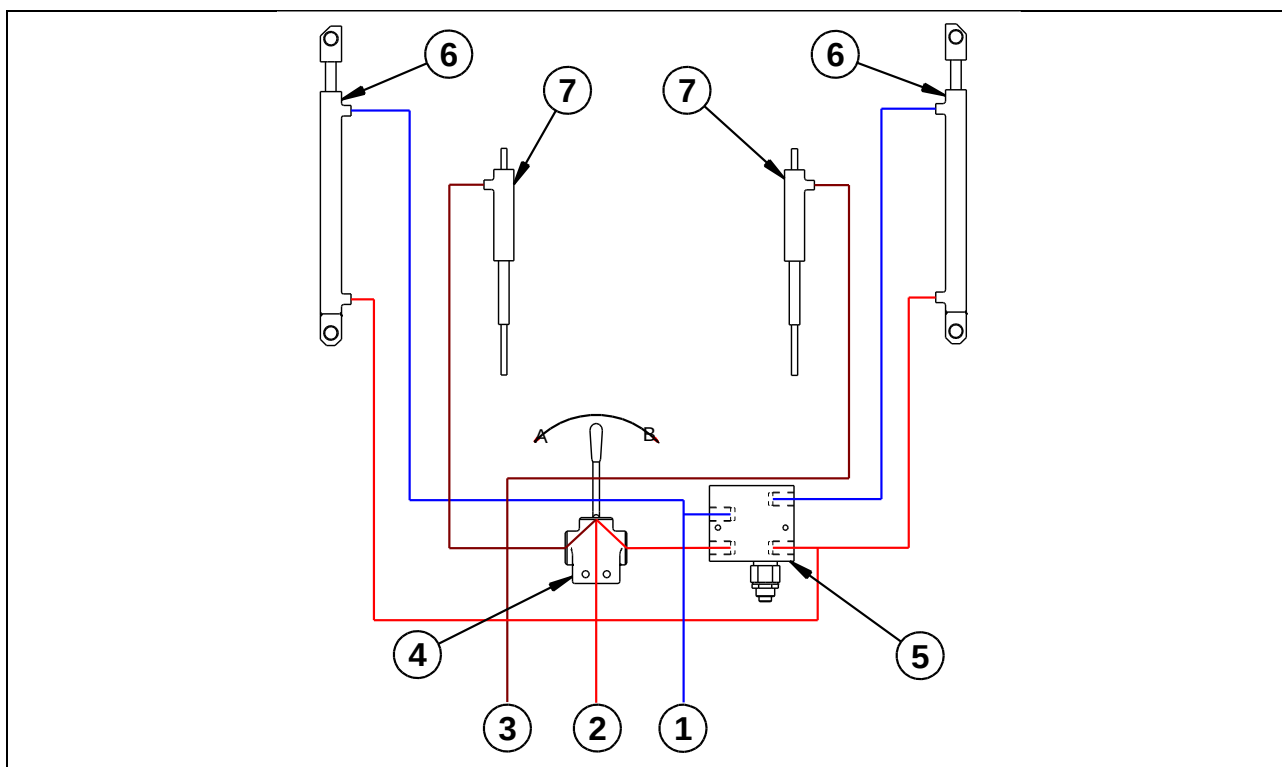

Рис. 49. Гидравлическая система пресс-подборщика
Пресс в стандартной комплектации оснащен трехпроводной гидравлической системой (Рис. 49).
При работе с трактором только с одной гидравлической секцией двойного действия необходимо подсоединить быстроразъемные соединения гидравлических шлангов 1 и 2 (Рис. 49) к гнездам внешнего гидравлического контура двухстороннего действия трактора. Установите рычаг распределителя RT (4) в положение «задняя рама» - по направлению к клапану пресс-подборщика (5) - см. Рис. 20. Затем необходимо подать давление на внешнюю гидравлическую систему (пресс-подборщика) с помощью рычага гидравлического распределителя трактора. Задняя рама должна начать открываться. Если задняя рама не начинает открываться, переведите рычаг гидравлического распределителя трактора в обратное положение (или замените присоединение гидравлических шлангов на присоединение к гидравлическим гнездам трактора).